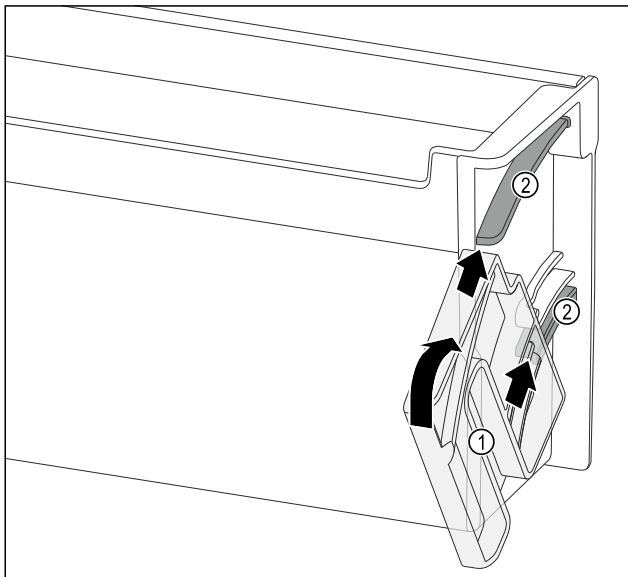

Fig. 118
- Positionner l'unité de rotation Fig. 118 (1) de manière à placer les évidements exactement en face des canaux de guidage Fig. 118 (2) du balconnet de contre-porte.
- Tourner l'unité de rotation Fig. 118 (1) dans le sens indiqué.